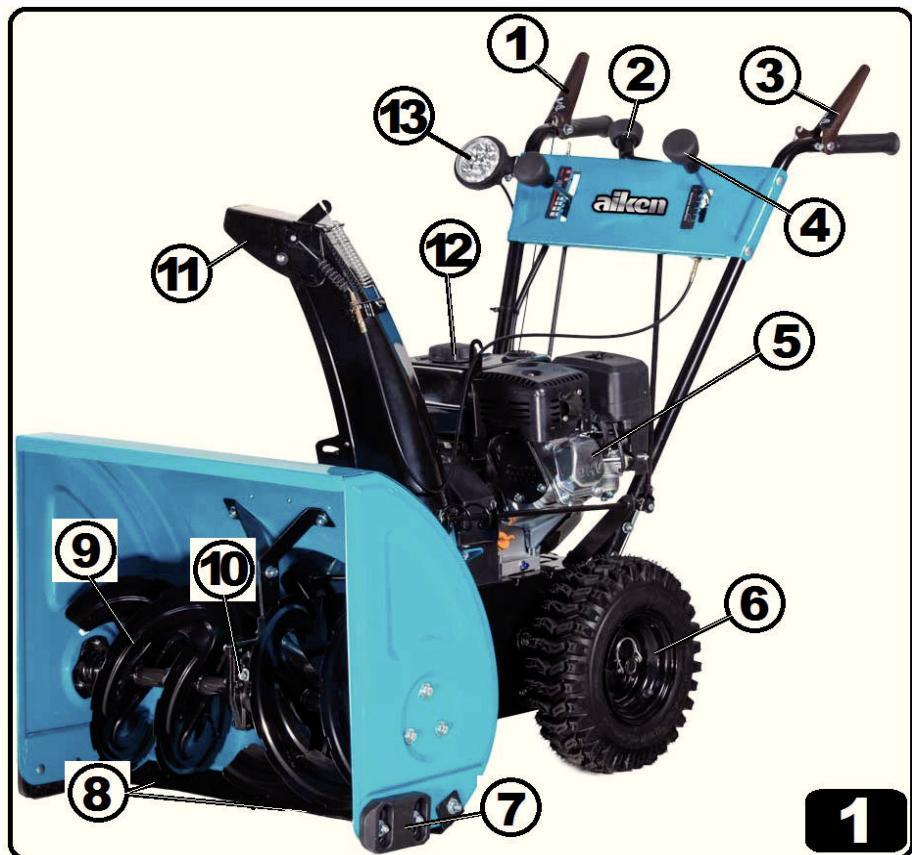

Рис.1. Механизированные снегоуборщики с двигателем внутреннего сгорания
Снегоуборщики (Рис.1) применяются:
2. Снимите барашек А вместе с шайбой и болтом с ушком, крепящиеся слева нижней рукоятки. Смотрите рисунок 1. Не снимайте болт с кронштейна рычага управления разгрузочным желобом.
(смотрите рисунок 1)